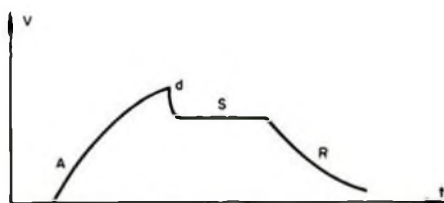

Figura 2
Um envelope completo pode ser visto na figura 2, com seus componentes de ataque (A), decaimento (d), sustentação (S) e relaxamento (R).